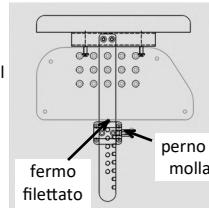

fig. 20: Kit spondina
- **Kit spondine** (fig. 20) (qualora presenti)